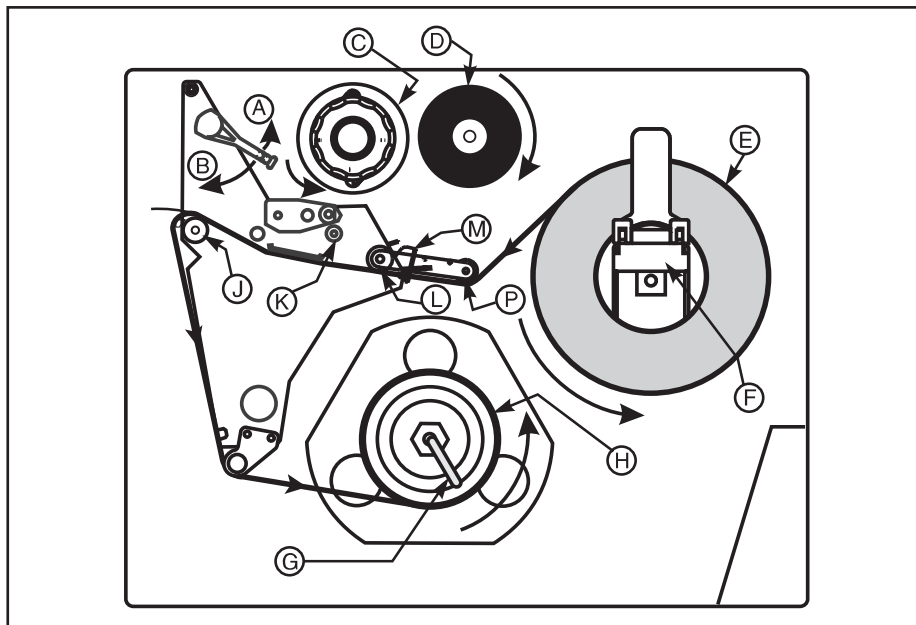

Figura 5
1. Coloque el rollo de papel (Figura 5-E) en el soporte suspendido de papel (Figura 5-F) o en el huso de alimentación opcional.
2. Abra la cabeza de impresión moviendo la palanca ubicada en el conjunto de cabeza de impresión superior a la posición abierta (Figura 5-A).
3. Afloje el tornillo de mariposa de la guía del papel (Figura 5-M) y coloque la guía lo más lejos posible del bastidor de la impresora.
4. Pase el papel por debajo del conjunto de brazo oscilante (Figura 5-P), por debajo del rodillo inferior (Figura 5-L), entre la placa de la guía superior del papel y la guía principal del papel, por debajo de la cabeza de impresión, y por encima de la platina (Figura 5-J).
5. Ajuste la posición de la guía del papel (Figura 5-M) hasta que ésta toque justo el borde exterior del papel sin hacer que se combe. Asegúrese de que sea paralela al borde del papel, y después apriete el tornillo de mariposa.
6. Cierre la cabeza de impresión moviendo la palanca ubicada en el conjunto de cabeza de impresión superior a la posición cerrada (Figura 5-B).
3. Quite el gancho (Figura 5-G) del eje del rodillo de tensado (Figura 5-H). Si está usando un tubo vacío, quite toda la cinta del tubo y deslícela sobre el rodillo de rebobinado hasta que quede nivelada con la placa guía.
**Nota:** Antes de cerrar la palanca de apertura del cabezal de impresión, asegúrese de que a lo largo de la trayectoria del papel (1) el papel esté colocado contra las guías interiores, y la guía exterior y la guía de alimentación del papel apenas toque el papel (2), el papel esté tensado y (3) paralelo a sí mismo y a la trayectoria del mismo cuando se enrolla en el rodillo/ tubo de rebobinado.
6. Quite el gancho (Figura 5-G) del eje del rodillo de tensado (Figura 5-H). Si está usando un tubo, quite toda la cinta del tubo y deslícela por el rodillo de rebobinado hasta que quede nivelada contra la placa guía.
Ajuste el tornillo de mariposa de la guía del papel (Figura 5-M) para impedir que el papel se desvía hacia los lados. Asegúrese de que sea paralelo al borde del papel.
Al cargar la cinta, asegúrese de que el tubo de enrollado de la cinta esté metido hacia arriba contra el tope del huso de alimentación de la cinta (Figura 5-D). *No use una cinta que sea más estrecha que el papel.*